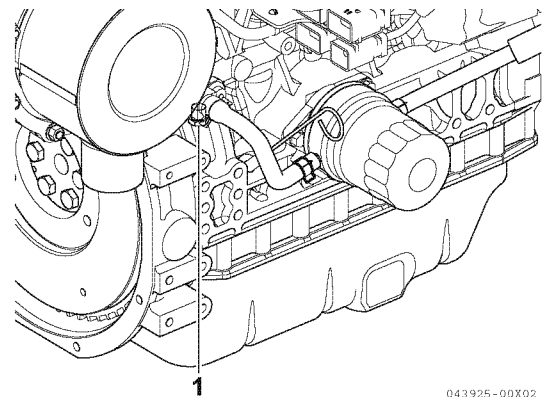

Figure 17
- Retirez le tuyau du liquide de refroidissement (1, Figure 17) du refroidisseur d'huile si votre machine en comporte un.